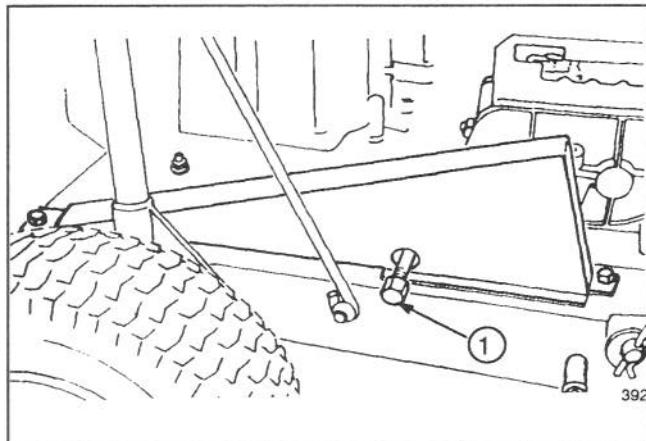

Figure 11
5. Enlever le bouchon de vidange (Fig. 11).
**2.** Ouvrir le pointeau en le tournant 2 tours dans le sens contraire des aiguilles d'une montre (Fig. 11).